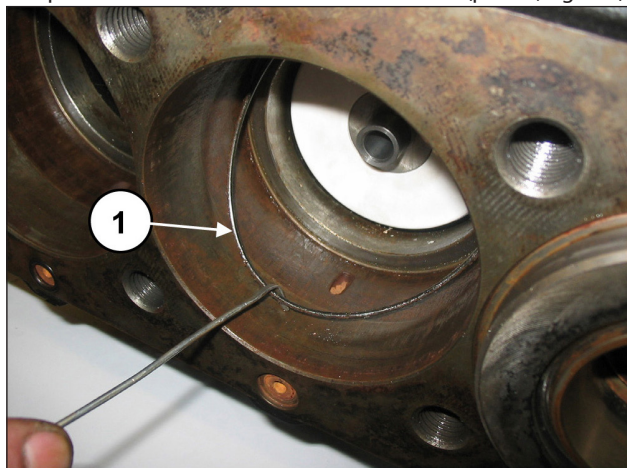
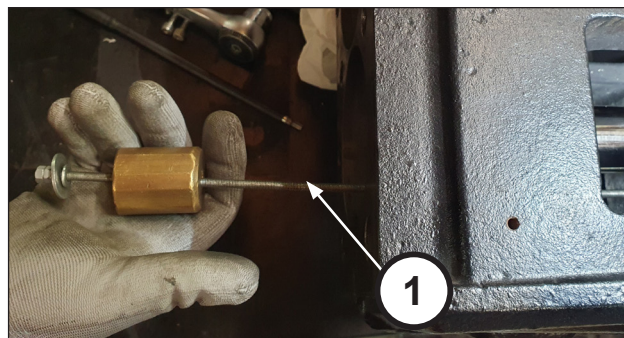

Fig. 136
Fig. 139
Extraia o grupo de suporte dos vedantes e a ferramenta do tampão. Remova o O-ring do fundo do suporte do vedante, se não permanecer no interior do cárter da bomba (pos. ①, Fig. 136).
Posicione a guia do pistão no ponto morto inferior, parafuse um extrator M6 nos orifícios próprios na tampa (pos. ①, Fig. 136) e remova a tampa da junta de óleo do grupo da bomba (pos. ① Fig. 139).